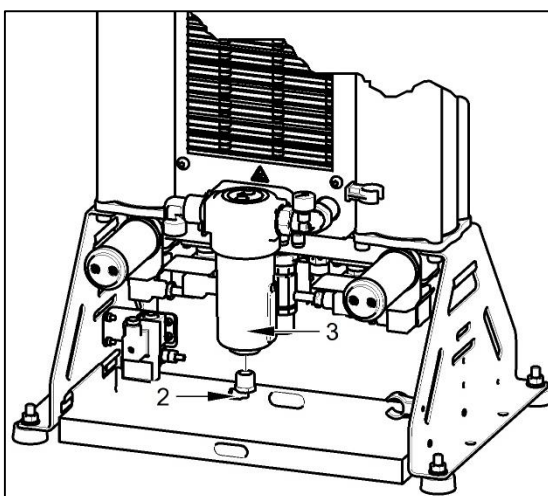

Abb. 26: Druckblas aus dem Kühler und dem Kondensatabscheider
- Trennen Sie den Schlauch (2) vom unteren Teil des Kondensatabscheiders (3) (Abb. 26).